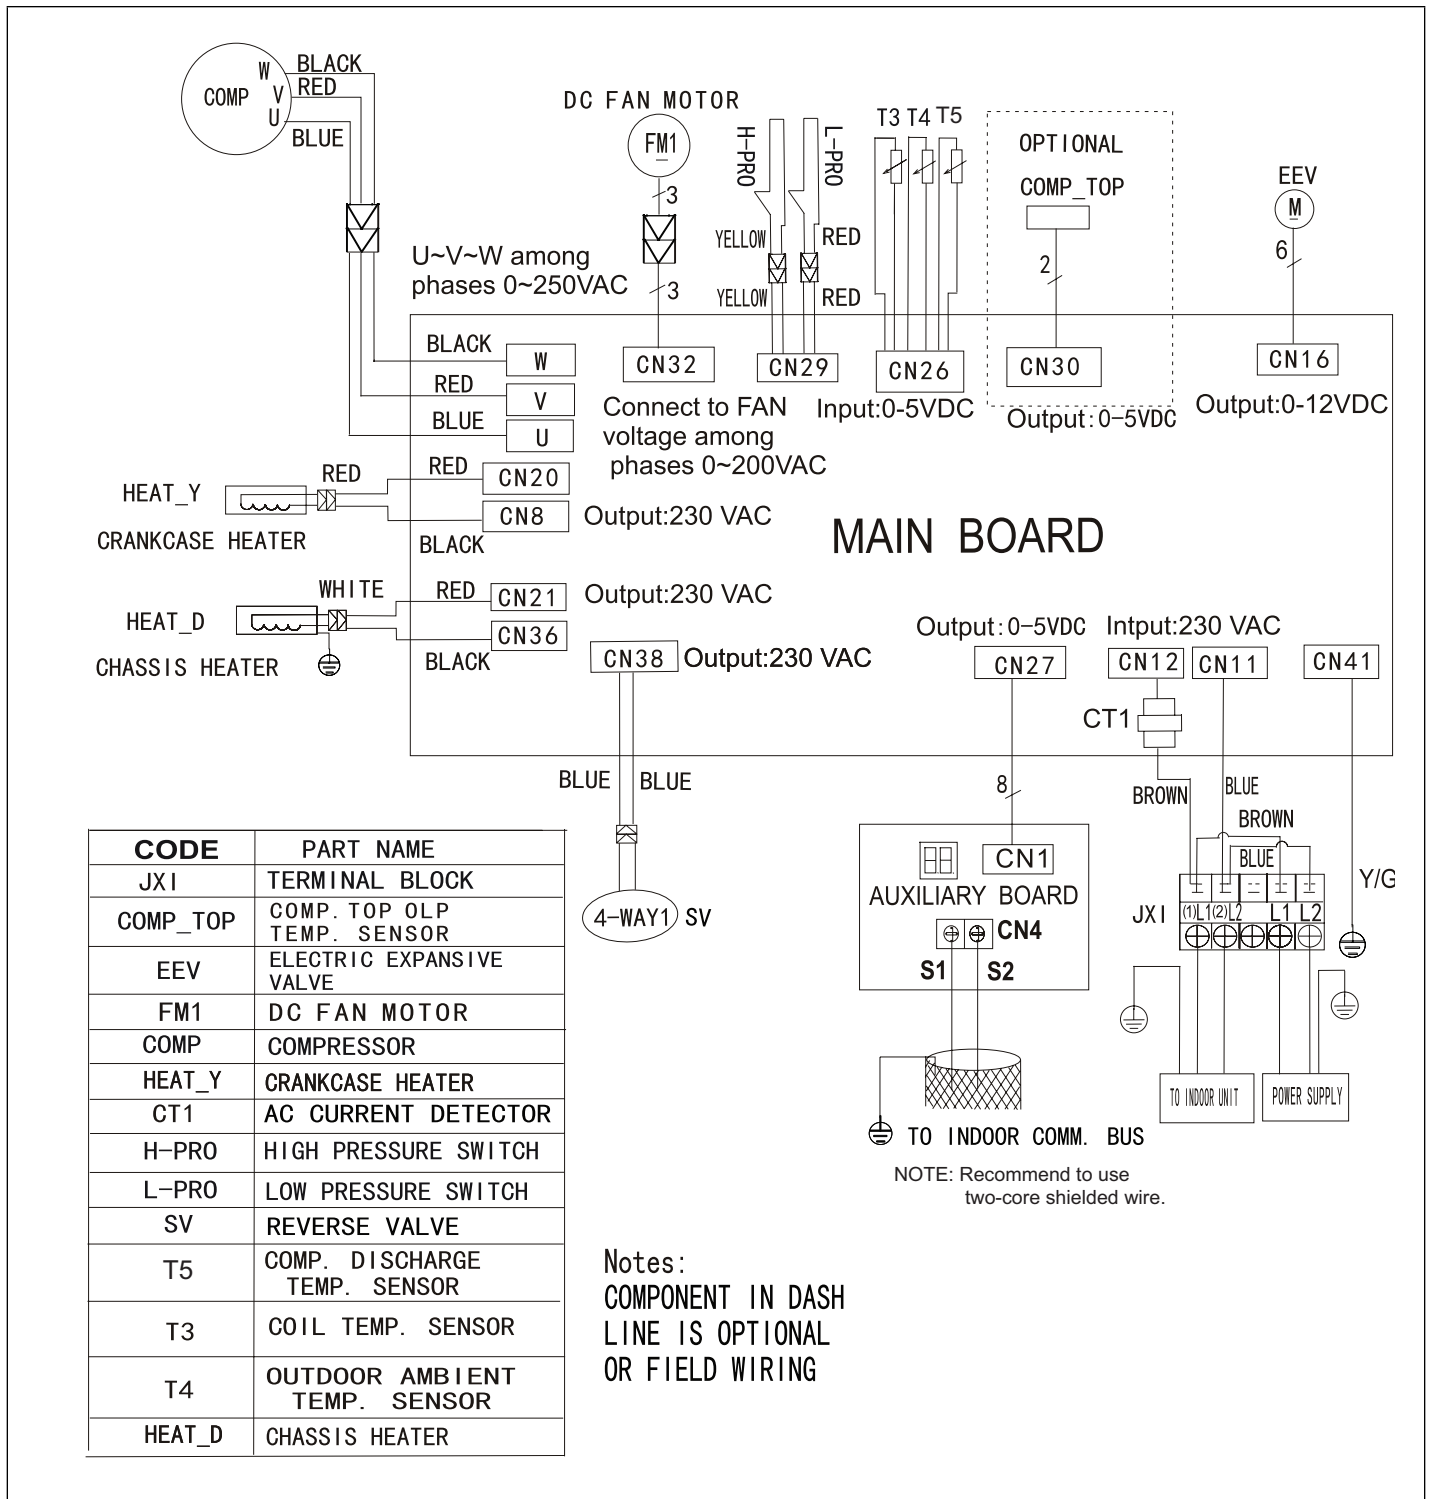

Figure 27. Schéma de câblage de l'unité extérieure 3PC036
- Voir « Figure 27. Schéma de câblage de l'unité extérieure 3PC036 » à la page 17 pour les connexions du bus de communication entre les unités intérieure et extérieure.